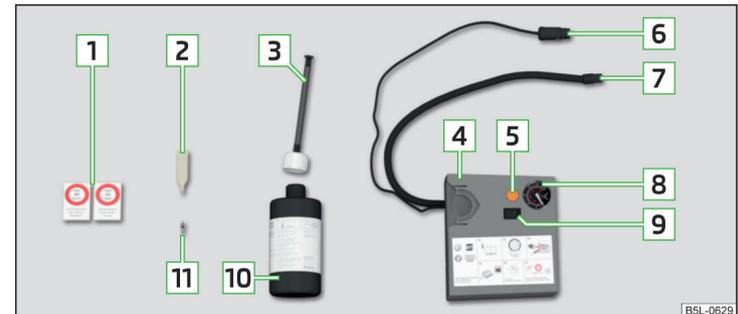

Abb. 326 Pannensetbeschreibung
- › Den Ventileinsatzdreher **2** » **Abb. 326 auf Seite 305** auf den Ventileinsatz stecken, sodass der Ventileinsatz in den Schlitz des Ventileinsatzdrehers passt.
- › Den Reifenfüllschlauch **7** » **Abb. 326 auf Seite 305** fest auf das Reifenventil schrauben.